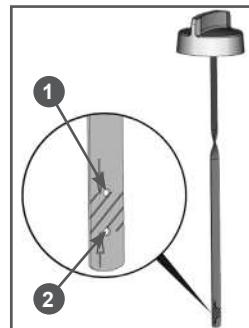

Рис. 25 Крышка-щуп маслозаливной горловины
- Подождите 1 минуту, совместите выступы на крышке-щупе и пазы на маслозаливной горловине, установите крышку-щуп в отверстие маслозаливной горловины. Затем аккуратно вытащите щуп и осмотрите его. Уровень масла должен соответствовать верхней отметке 1 на щупе (Рис. 25).